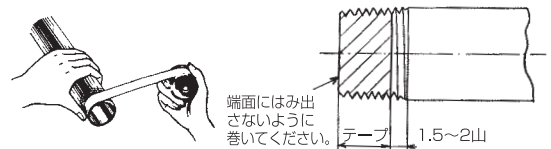

図1 テープの巻き方
- ①パイプのねじ部が清掃されていることを確認します。
- ②図1のようにテープ先端を親指でパイプねじに押し付けます。
- ③テープをかるく引張りながら、ねじの回転方向にパイプ端面からはみ出さないように巻きつけます。テープがパイプ端面からはみ出ると、テープの切れ端が配管内に入り込み、設備機器に不具合を生じる可能性があります。また、パイプのねじ切り上げ部1.5～2山はテープを巻かないでください。
- ④テープをしっかりと巻きつけたらテープを切断し、巻かれたテープをねじの回転方向に指で押さえてテープをねじ山に馴染ませます。